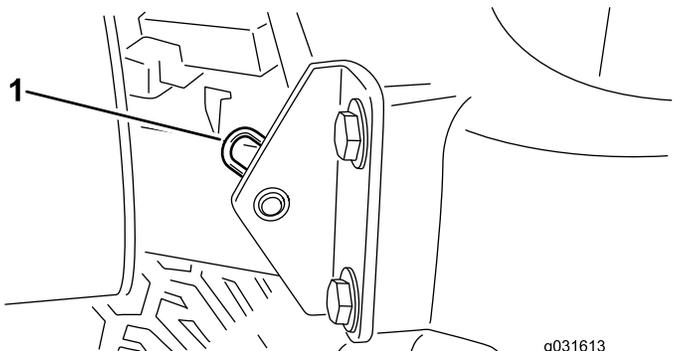

Рисунок 41
2. Снимите игольчатый шплинт крепления оси поворота капота к монтажным кронштейнам (Рисунок 41).